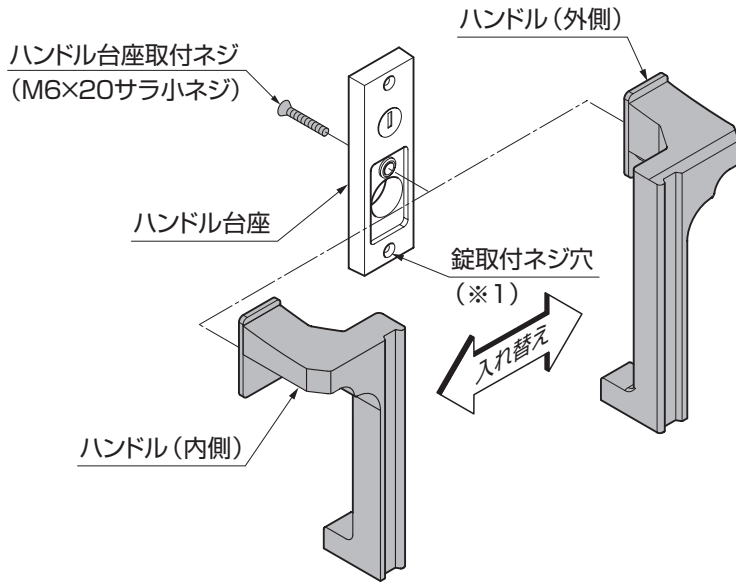

図9-6
①ハンドル(外側)、ハンドル(内側)の台座の裏からハンドル台座取付ネジを外してハンドルを入れ替えてください。
②①で外したネジで組付けてください。(図9-6参照)